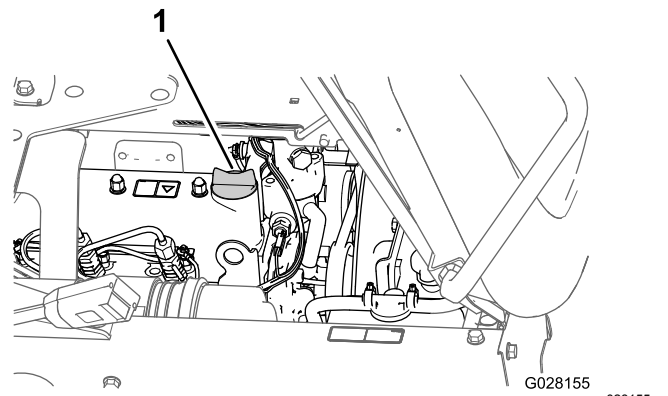

图72
8. 将加油颈盖重新装入加油颈 图72。
5. 从发动机气门室盖的加油颈上取出加油颈盖 图72 慢慢从加油颈注入规定油量的大约 80%。